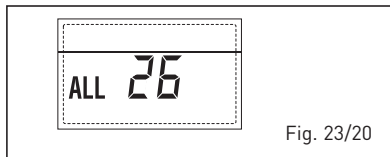

Fig. 23/20
- **ANOMALÍA COHERENCIA APLICACIÓN SOLAR "ALL 27" (fig. 23/21).**